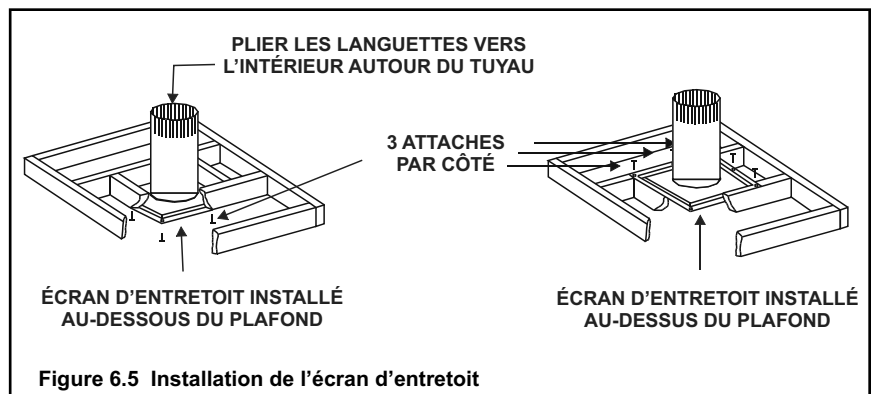

Figure 6.5 Installation de l'écran d'entretoit
- L'écran d'entretoit peut être installé au-dessus ou en-dessous du plafond (voir Figure 6.5).